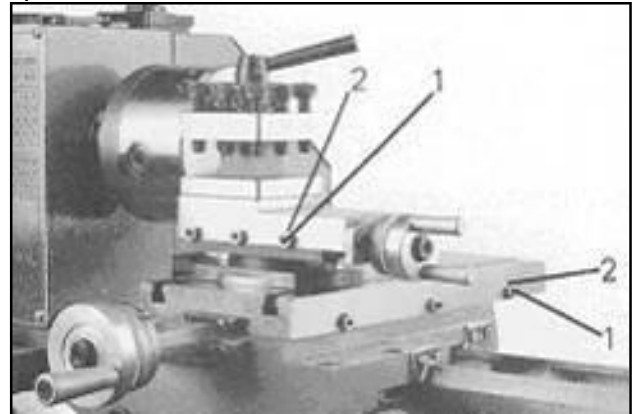

Рис. 28
Оба суппорта оборудованы регулировочными планками и могут быть установлены посредством винтов (1, Рис.28) и контргаяк (2) без зазора.